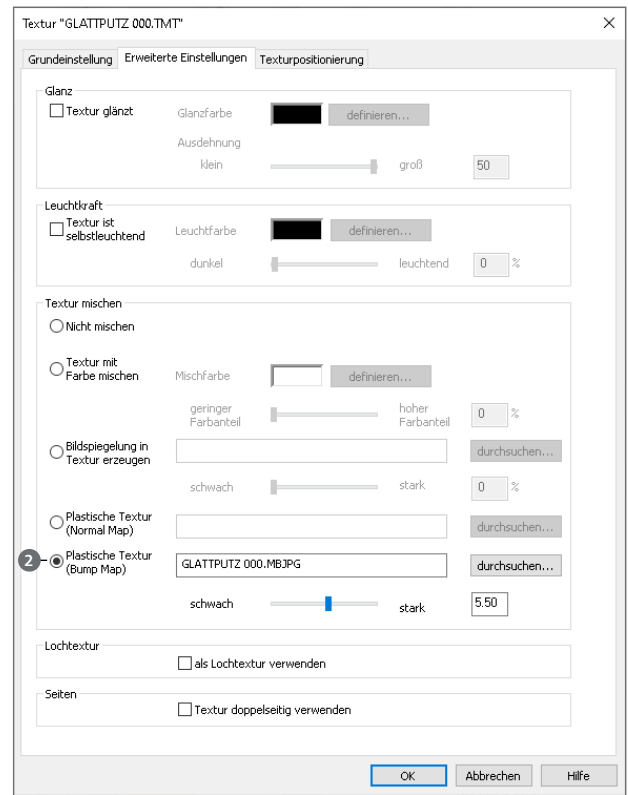
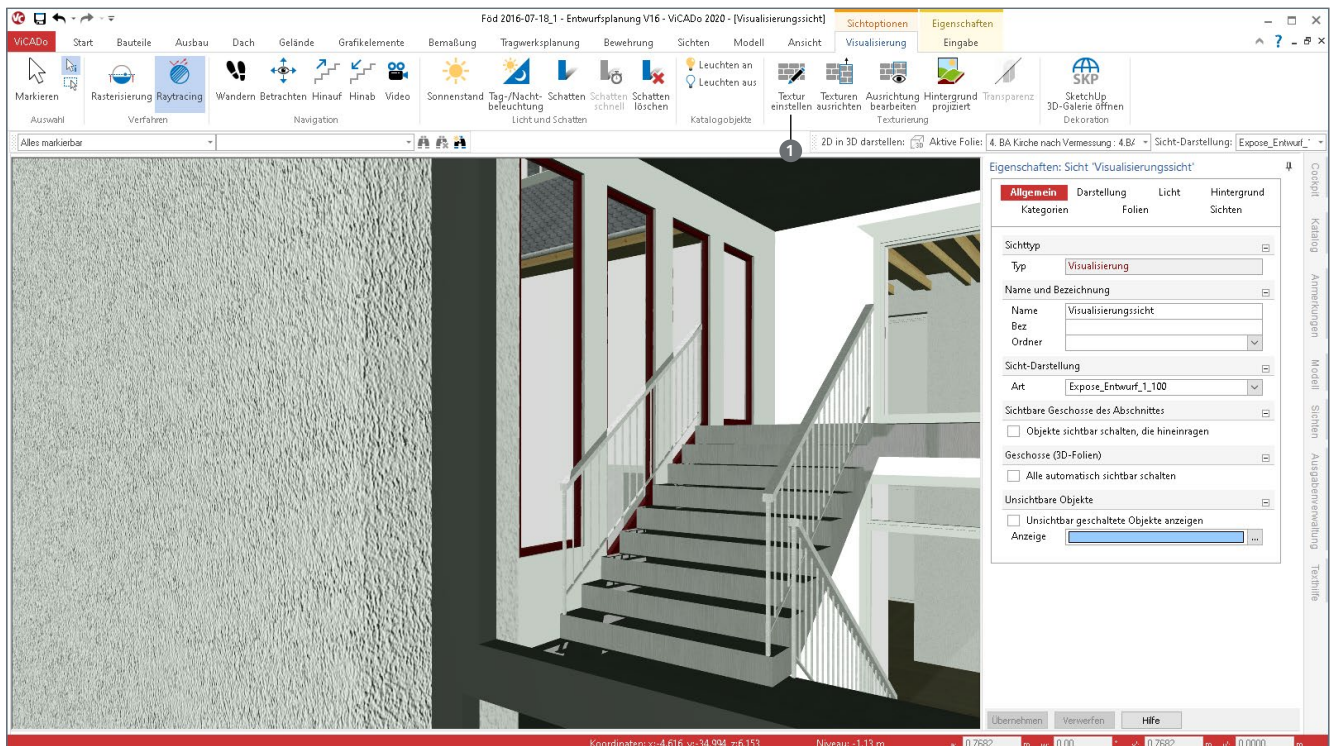

Bild 4. Dialog „Textur“, Kapitel „Erweiterte Einstellungen“
Bild 5. Beispiel Glattputz, modifiziert durch das Bumpmapping-Verfahren
Im zugehörigen Dialog (Bild 4) kann die „Plastische Textur (Bump Map)“ ② angepasst werden.
Der Dialog aus Bild 4 bezieht sich auf einen Glattputz, der im Bereich „Plastische Textur (Bump Map)“ auf den Wert 5.50 eingestellt wird. Die Textur im 3D-Modell (Bild 5) zeigt entsprechend mehr Details und Tiefe und erweckt den Eindruck einer rauen Oberfläche.